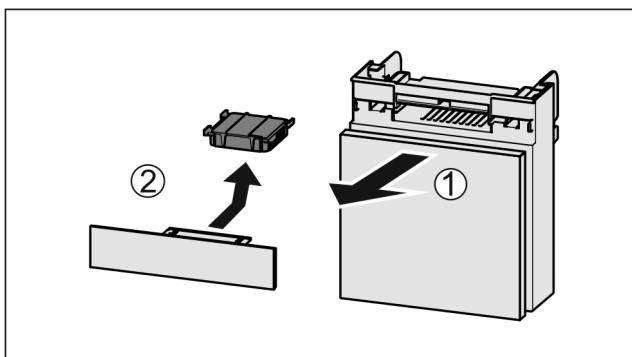

Fig. 102
- Вытянуть Fig. 102 (1) отделение движением вперед.
- Извлечение Fig. 102 (2) фильтра с активированным углем.